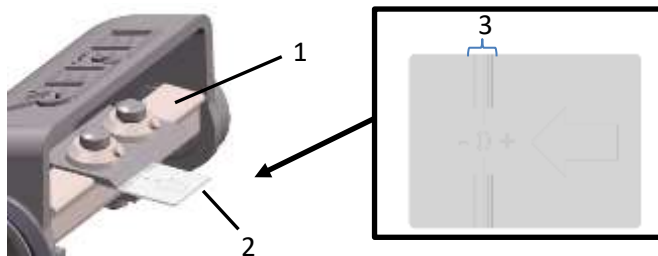

Fig. 5: Ajuste del cuchillo
- > Deslice el calibre de ajuste (2 - Fig.5) en la dirección de la flecha bajo el cuchillo hasta el rodillo descortezador (1 - Fig.5).
Atención: El filo del cuchillo debe estar en el área marcado (3 - Fig.5).